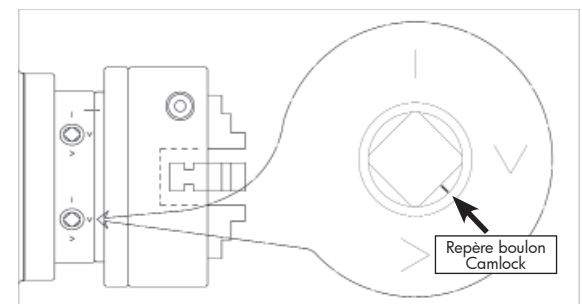

Fig. 29 Boulon Camlock et repère
7. Tournez le boulon Camlock avec la clé de mandrin jusqu'à ce que le repère du boulon se trouve entre les repères «V» illustrés sur la figure 29.